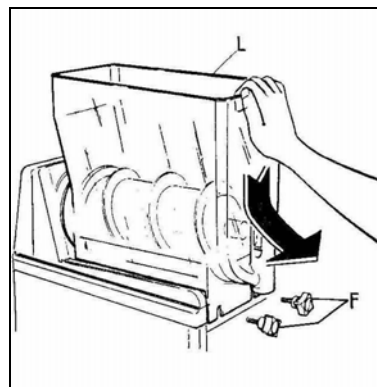

Fig. 2
- Dévisser et retirer les boutons (fig.2).
- Abaisser doucement le bac comme indiqué sur la figure 2 et le tirer simultanément vers l'extérieur pour le libérer de son logement.